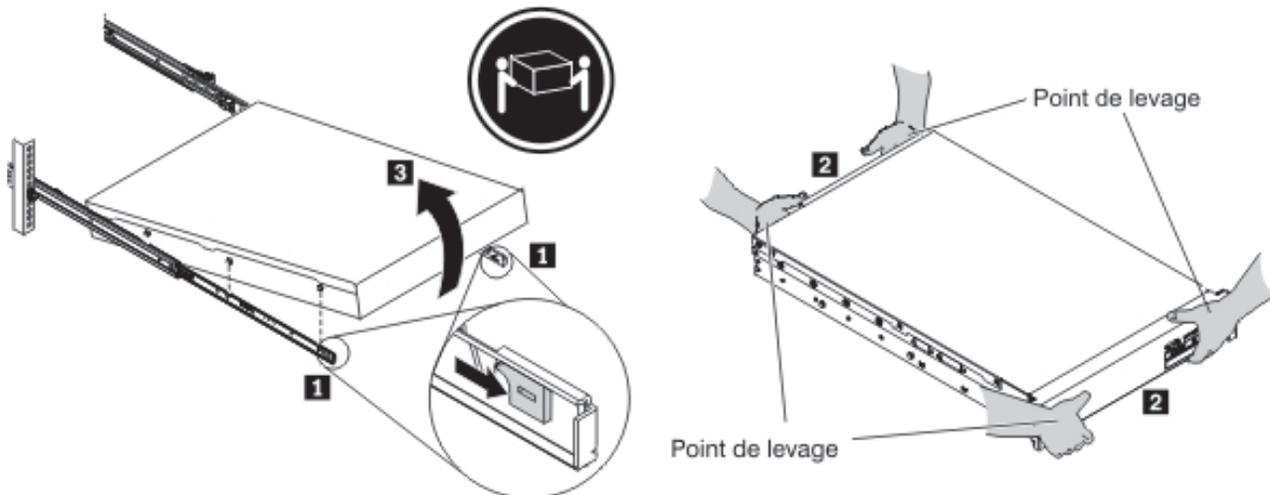

Figure 20. Déverrouillage et pivot de l'avant du dispositif
**Remarque :** Prévoyez deux personnes pour soulever le dispositif en plaçant les mains comme indiqué par **2** à la figure 20.
1. Déverrouillez et faites pivoter l'avant du dispositif comme illustré dans la figure 20.